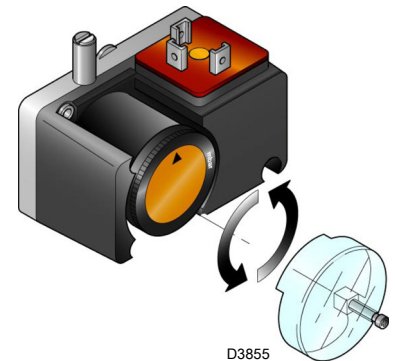

图 32
- 调节最小燃气压力开关 (图 32) 至量程的起始位置。
上述调整结束后，开始设定最小燃气压力开关，此前开关位置已经置于量程开始位置（图 32）。